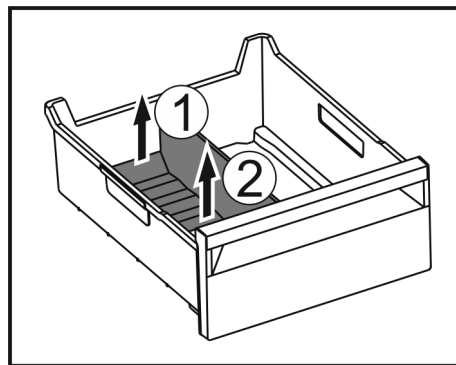

Fig. 74
- Dvignite zadnji del pregrade predala za led. Fig. 74 (1)
- Pregrado predala za led odstranite navzgor. Fig. 74 (2)